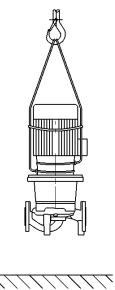

Fig. 5: Mise en place des cordes de transport
- Des œillets de transport peuvent être vissés dans les trous taraudés prévus à cet effet au niveau du moteur. Ils doivent uniquement servir de guidage pour le levage (fig. 5).